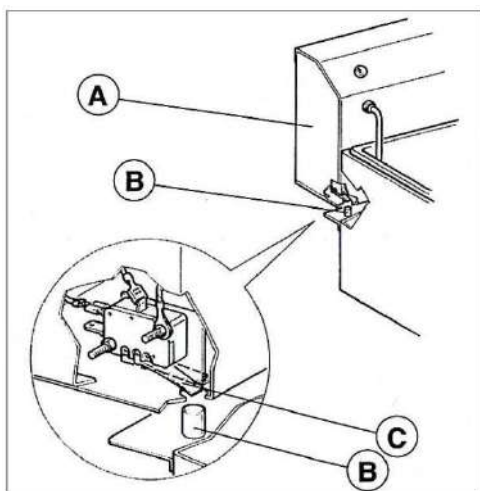

Рис.2
3. Правильно установите на оборудование съемный блок управления (А Рис.2) с нагревательным ТЭНом. Штырь (В Рис.2) должен быть хорошо вставлен в блок управления, чтобы он надавливал на микровыключатель внутри него (С Рис.2).
- что штырь (B Рис.2) хорошо вставлен в блок управления, как объяснено в разделе ИНСТРУКЦИЯ ПО ЭКСПЛУАТАЦИИ;